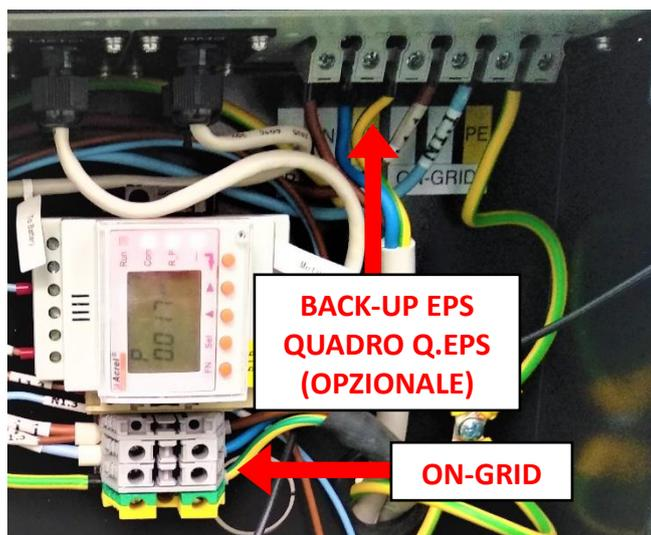

Figura 52 – Connessione della linea “GRID” e, se presente il quadro di commutazione, della linea “EPS” (opzionale)
6. Collegare la linea ON-GRID e la linea EPS BACK-UP (opzionale) ai morsetti rispettando le indicazioni degli schemi elettrici e fornite in Figura 52.